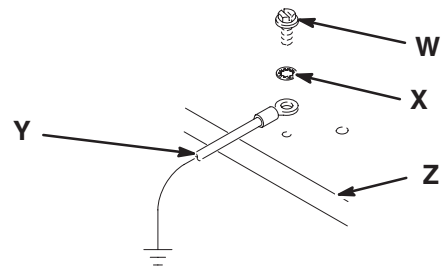

Fig. 1
1. *Pompe*: dévisser la vis de terre (W) verte et la rondelle (X) situées sur l'embase de l'élévateur (Z). Mettre un fil de terre (Y) de 1,5 mm² minimum et le fixer avec la vis et la rondelle. Brancher l'autre extrémité du fil sur une véritable terre. Voir Fig. 1.